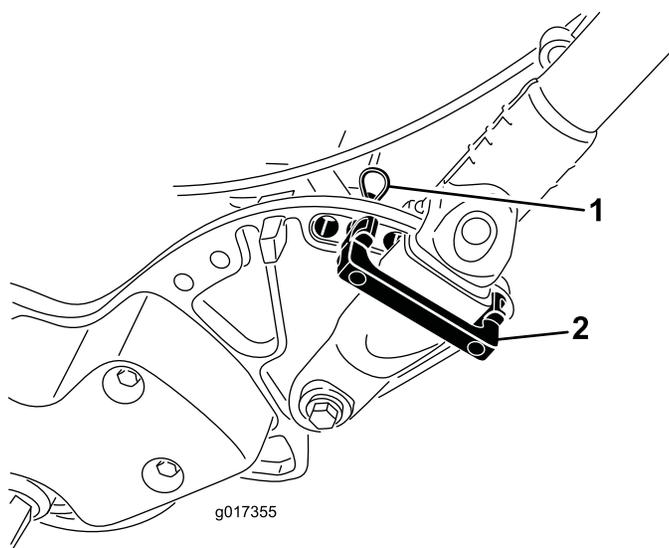

Figure 7
1. Soutenez le guidon et retirez les serre-câbles qui attachent les manchons de serrage du guidon aux plaques latérales (Figure 7).
2. Faites pivoter le guidon à la position d'utilisation voulue, placez une retenue sur le manchon de serrage du guidon et dans les trous correspondants de la plaque latérale (Figure 7).
3. Fixez la retenue avec une goupille fendue (Figure 7).